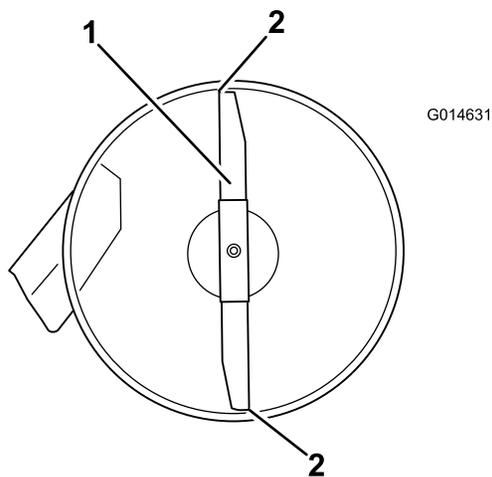
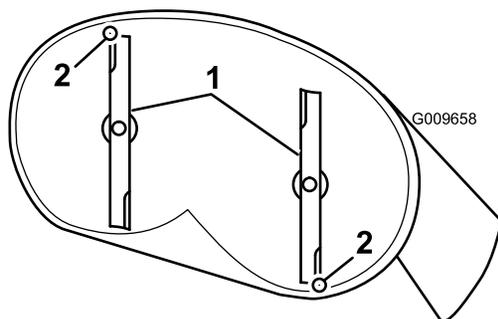

Figura 59
Figura 60
4. Girate con cautela le lame in modo che siano disposte longitudinalmente (Figura 59 e Figura 60).
5. Misurate il valore dalla punta della lama anteriore e dalla punta della lama posteriore alla superficie piana (Figura 59).
9. Dopo la regolazione, ricontrollate l'inclinazione longitudinale e continuate la regolazione del dado finché la punta della lama anteriore non è più bassa di 1,6-7,9 mm rispetto a quella posteriore (Figura 59).